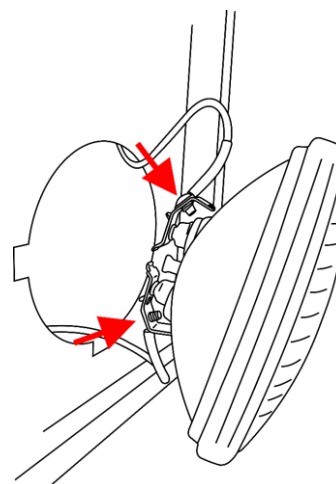

Fig. 06
- 06) Prenez les deux câbles et fixez-les à l'arrière de la lampe à l'aide des vis. Placez la lampe dans le boîtier (fig. 06).